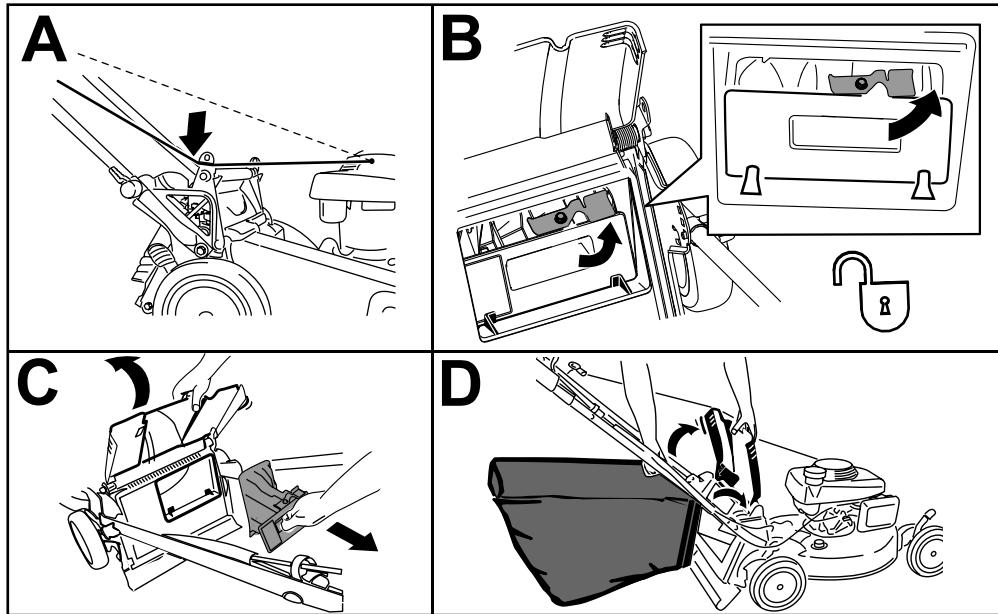

図 23
注 後部プラグを外すには、プラグについているレバーを右に回す 図 23。
4. 集草バッグピンから出ているバッグの前上部分を、ハンドルブラケットのノッチにぶら下げる 図 23。